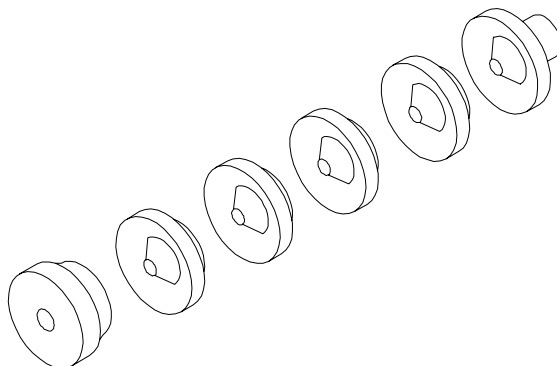

Figura 41: Ensamble de sellos del chevrón
- Desatornille la aguja/electrodo del eje y deslice el adaptador macho del chevrón, los sellos del chevrón y el adaptador hembra del chevrón del eje (ver Figura 41).